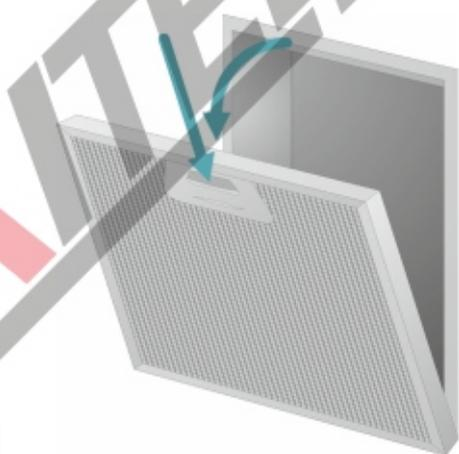

Рис. 12 Снятие алюминиевого жироулавливающего фильтра
1. Нажмите на защелки на жиरोулавливаемом фильтре и снимите фильтр. (Рис. 12)